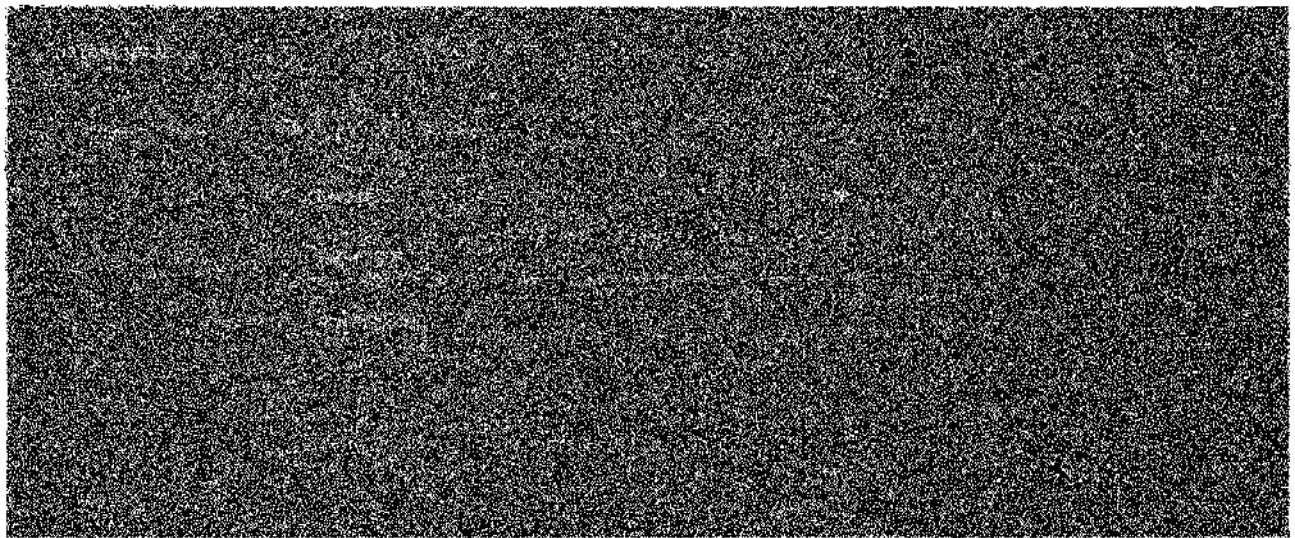

Рис. 3.3. Создаем приборную панель и источник данных
2. Создадим новую приборную панель, а внутри этой панели создадим новый источник данных `datasource`. Свяжем этот источник с нашим устройством на **dweet.io** — тем, имя которого вы задали в коде для ESP8266 (рис. 3.3).